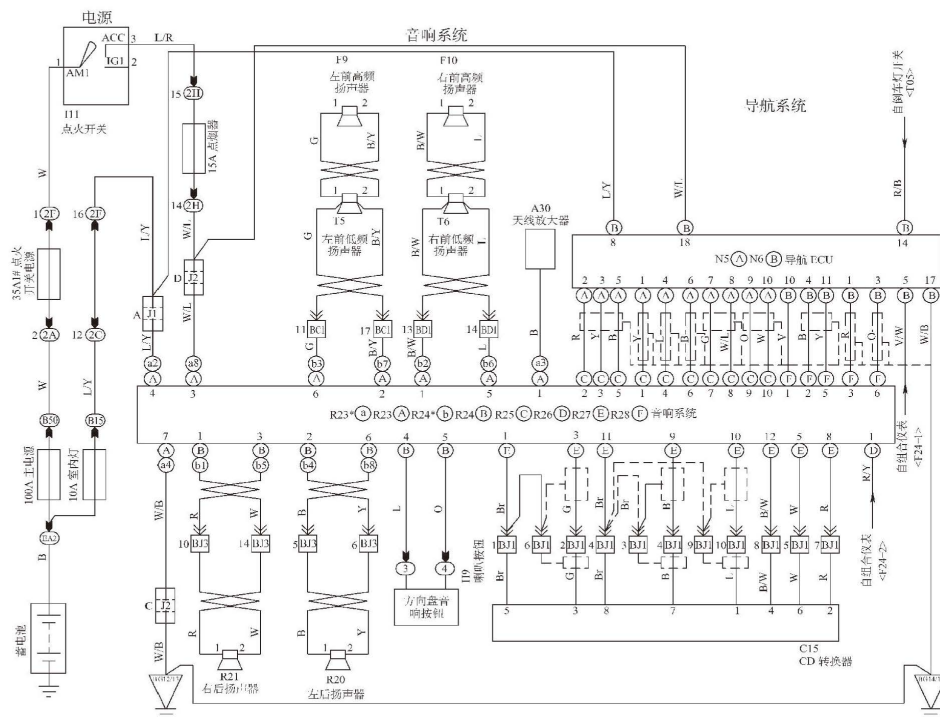

图4-1 比亚迪F3汽车电源、音响系统、导航系统参考电路
1. 比亚迪F3汽车电源、音响系统、导航系统参考电路（见图4-1）